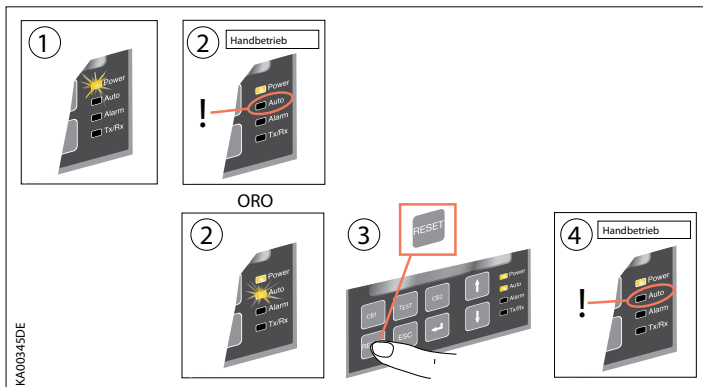

Abbildung 4.1 Wahl des Handbetriebs für das automatische Netzumschaltgerät ATS022
- Sicherstellen, dass die LED Power aufleuchtet, siehe Abbildung 4.1/①.
- Wenn die LED Auto sich im Zustand OFF/② befindet, ist das automatische Netzumschaltgerät im Handbetrieb.
- Wenn die LED Auto sich im Zustand ON befindet, die Taste RESET einmal drücken/③. Die LED Auto schaltet auf den Zustand OFF um und das automatische Netzumschaltgerät ATS022 bleibt in Handbetrieb/④.